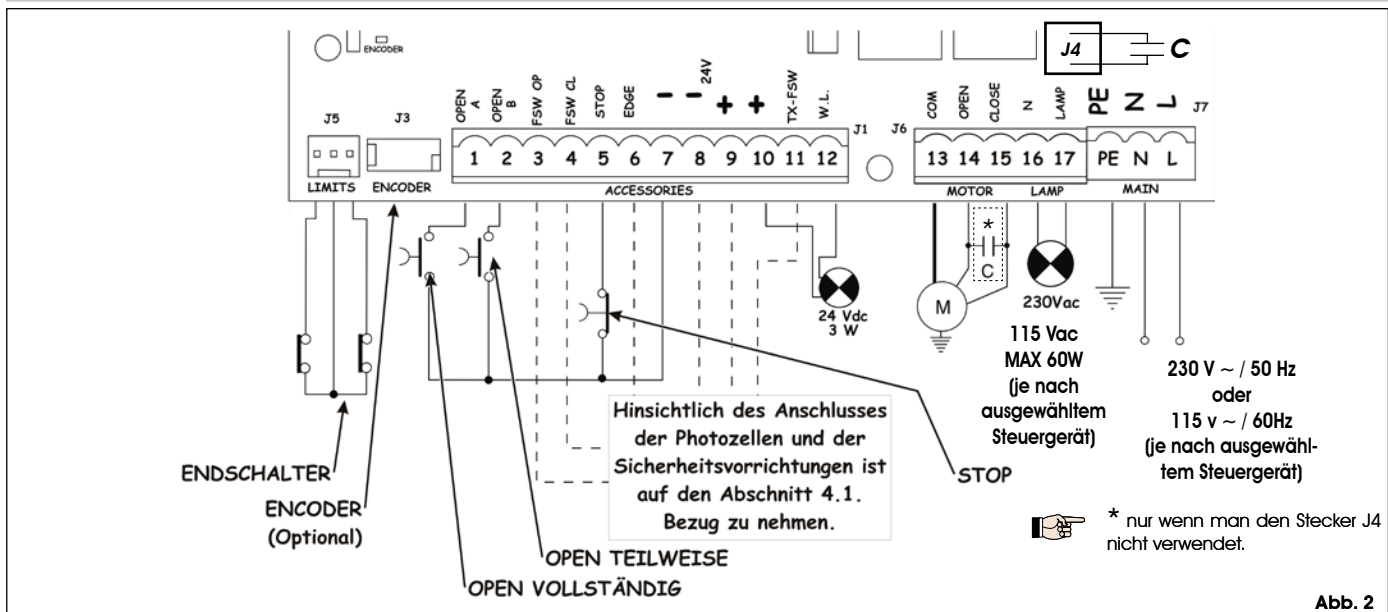

Abb. 2
4.2. Klemmenbrett J7 - Versorgung (Abb. 2)	Seite.44
4.3. Klemmenbrett J6 - Motoren und Blinkleuchte (Abb. 2)	Seite.44
4.4. Klemmenbrett J1 - Zusatzgeräte (Abb. 2)	Seite.44
4.6. Stecker J6 - Schnellanschluß Endschalter (Abb. 2)	Seite.45
4.7. Stecker J3 - Schnellanschluß Encoder (Abb. 2)	Seite.45
Das Erdungskabel ist an die entsprechende Klemme auf dem Stecker J7 des Geräts anzuschließen (siehe Abb. 2).
4.2. Klemmenbrett J7 - Versorgung (Abb. 2)
4.3. Klemmenbrett J6 - Motoren und Blinkleuchte (Abb. 2)
4.4. Klemmenbrett J1 - Zusatzgeräte (Abb. 2)
4.6. Stecker J6 - Schnellanschluß Endschalter (Abb. 2)
4.7. Stecker J3 - Schnellanschluß Encoder (Abb. 2)